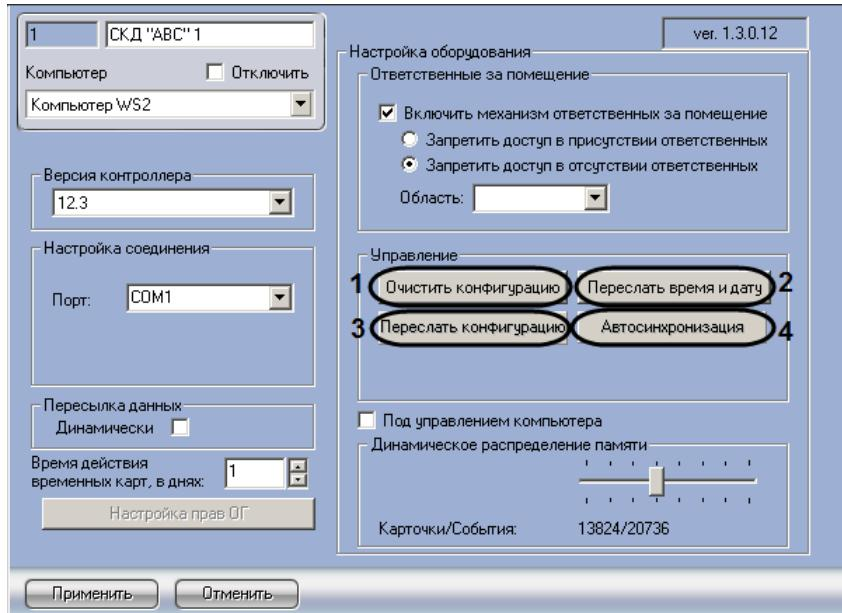

Рис. 3.2—13 Пересылка конфигурации в центральный контроллер
1. Перейти на панель настройки объекта **СКД “ABC”** (Рис. 3.2—13).
2. Для очистки конфигурации центрального контроллера нажать кнопку **Очистить конфигурацию** (см. Рис. 3.2—13, 1).
3. Чтобы синхронизировать системное время Сервера *Интеллект* и внутреннее время контроллера, нажать кнопку **Переслать время и дату** (см. Рис. 3.2—13, 2).
4. Для пересылки конфигурации в центральный контроллер нажать кнопку **Переслать конфигурацию** (см. Рис. 3.2—13, 3). При пересылке конфигурации в контроллер записываются настройки объектов, пользователи, временные зоны и уровни доступа.
5. Для запуска процесса синхронизации конфигурации оборудования и ПК ACFA *Intellect* необходимо нажать на кнопку **Автосинхронизация** (см. Рис. 3.2—13, 4).